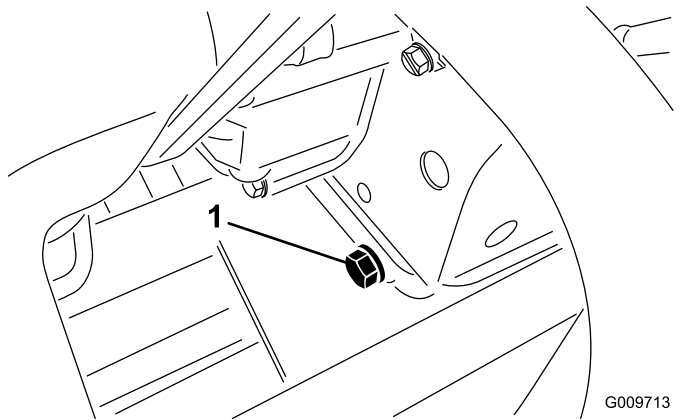

Figure 53
2. Retirez le bouchon de vidange (Figure 53) et laissez couler l'huile dans un bac de vidange.